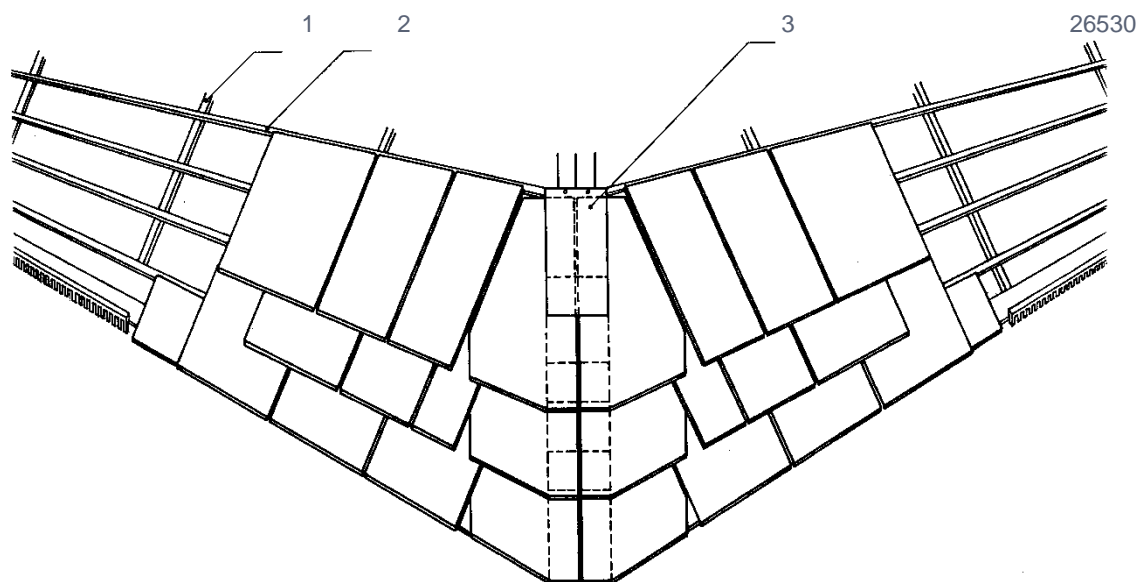

Fig. 13: Afwerking hoekkeper met versneden schuine lei
- hoekkeper zonder roeflat of ruitser (Fig. 13)